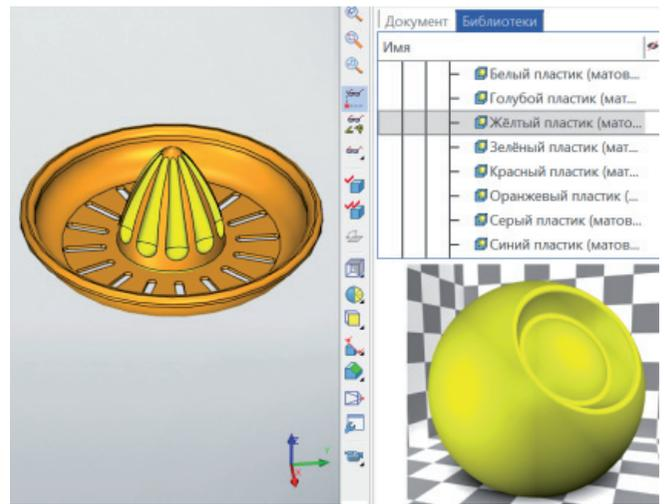

Рис. 32. Применение материала
3.6. Дважды щелкнем мышью на материал. Он «применился» к соковыжималке, но пока доступен лишь для предварительного просмотра. Точно так же «применим» материал, но уже *Желтый пластик* на грани конуса (рис. 32).